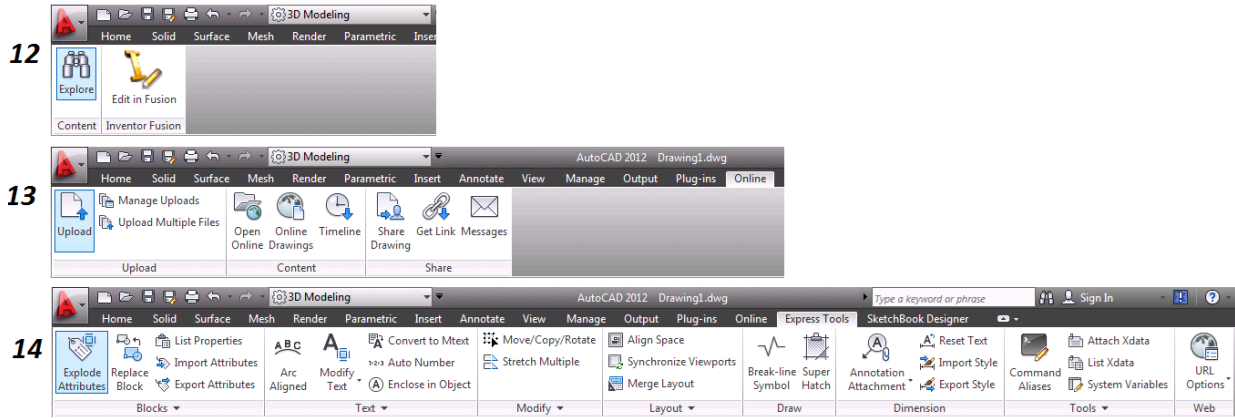

Figura 2.13 Cintas [Ribbons]
12. Extension [Plug-ins]: Aquí se encuentra Agrupaciones de contenido e inventor fusión (figura 2.13).
13. En Línea [On Line]: Aquí se encuentran las agrupaciones de cargar, contenido y compartir (figura 2.13).
14. Ayudas Rápidas [Express Tools]: Aquí se tienen las agrupaciones de bloques, textos, modificar, presentaciones, dibujos, dimensiones, herramientas y web (figura 2.13).